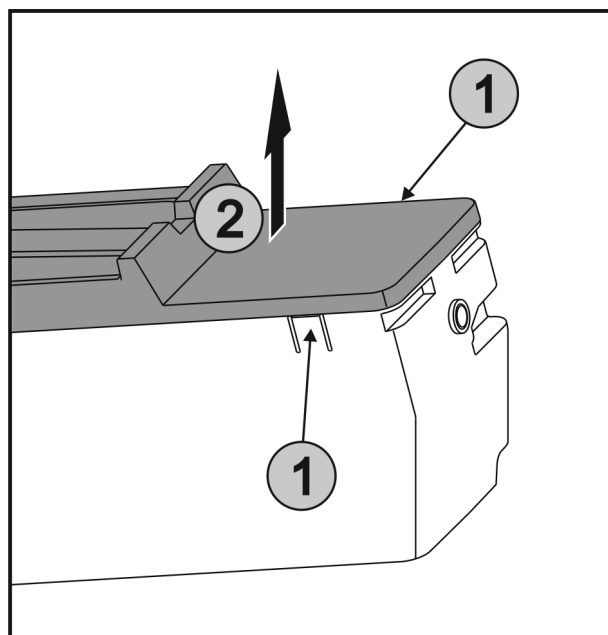

Fig. 39
- ▶ Натиснете едновременно езичетата Fig. 39 (1) от двете страни на EasyTwist-Ice и свалете капака Fig. 39 (2) нагоре.